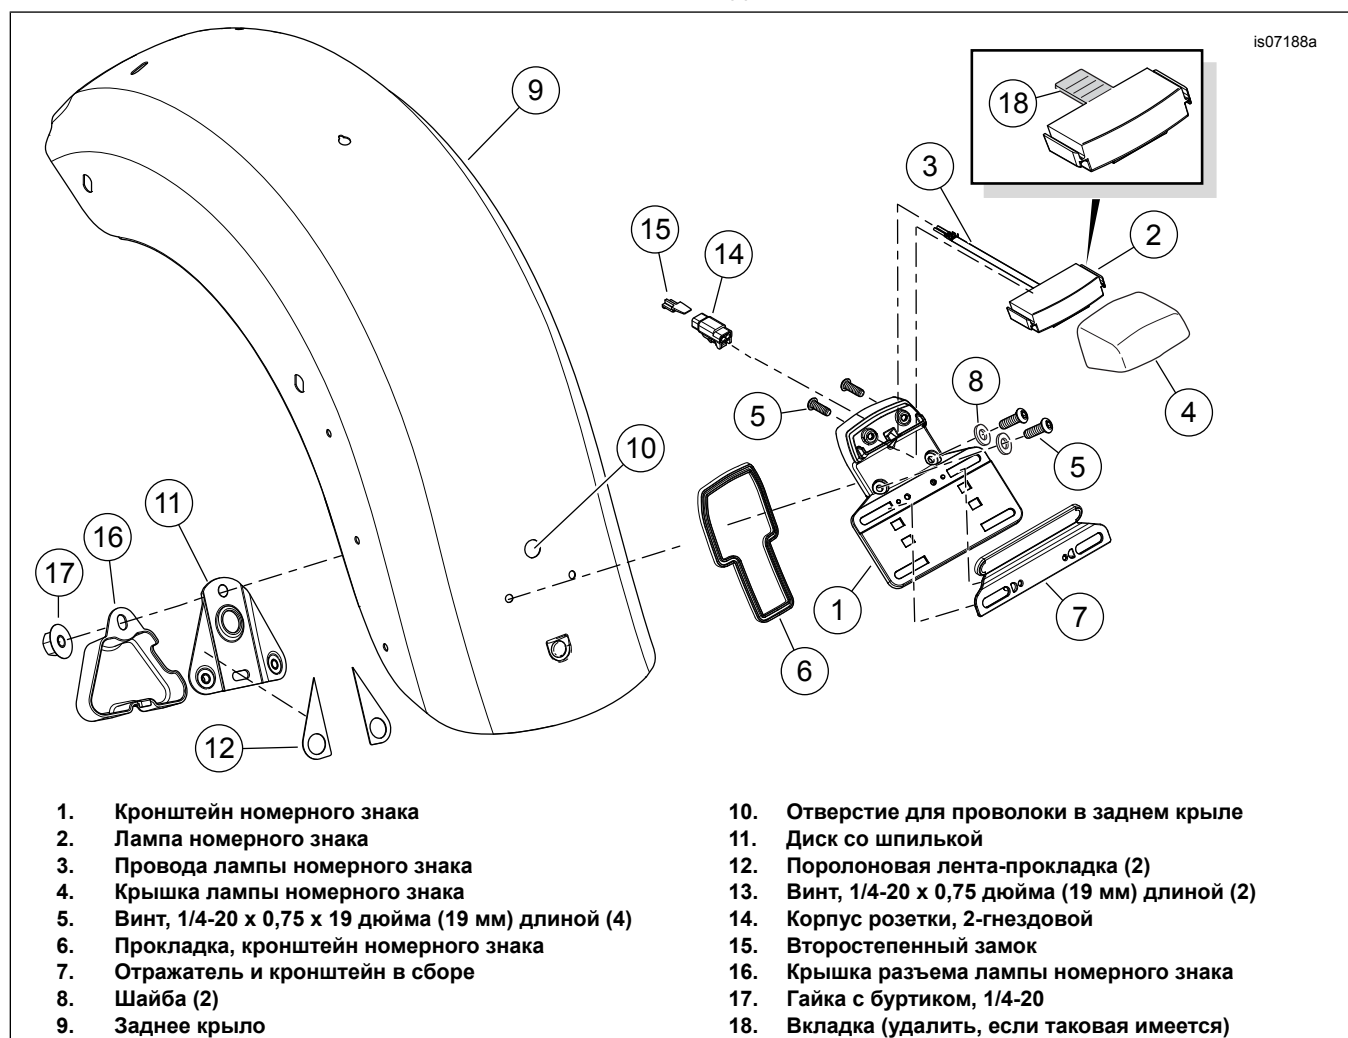

Рисунок 3. Установка лампы и кронштейна номерного знака
Некоторые лампы номерного знака имеют вкладку (см. примечание Рисунок 3 , пункт 18), которая мешает установке. Удалите вкладку, прежде чем продолжить.
1. См. рис. 3. Соберите лампу номерного знака (2) и крышку (4) на кронштейне номерного знака (1).
2. Затяните винты (5).